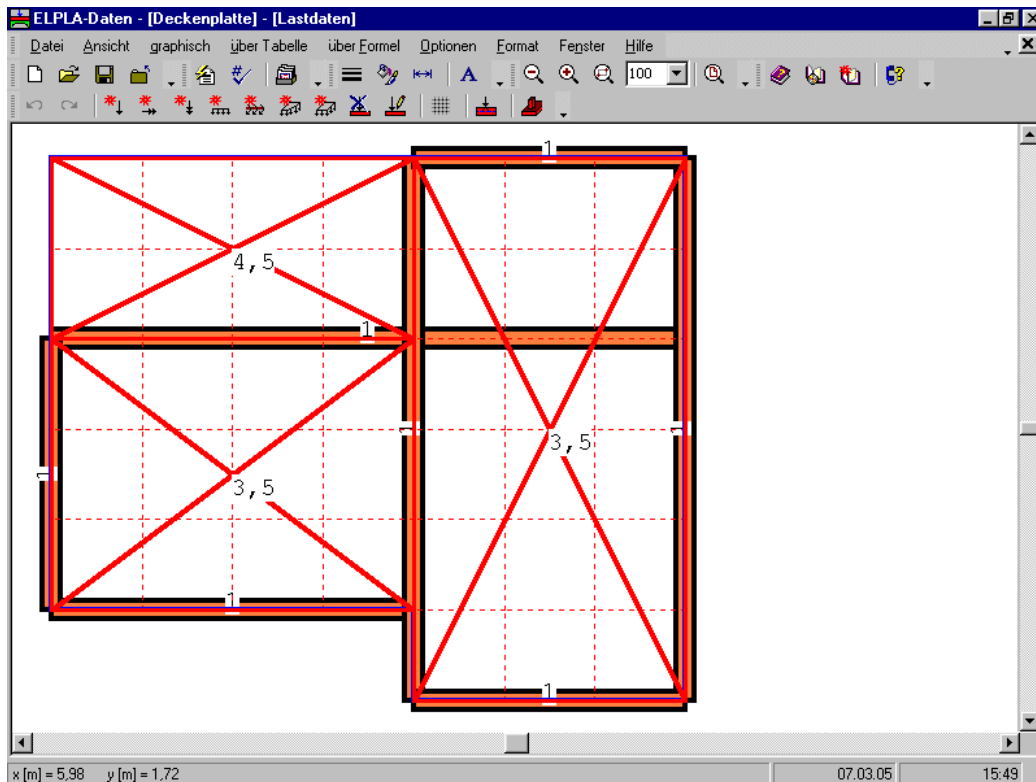

Bild 2-35 Lasten  $P$  auf dem Bildschirm
Wiederholen Sie die vorherigen Schritte, um die übrigen Flächenlasten im Netz einzufügen. Nachdem Sie die Definition aller Flächenlasten beendet haben, sollte der Bildschirm wie das folgende Bild 2-35 aussehen.
- Wählen Sie "Lastdaten speichern" aus dem "Datei"-Menü im Bild 2-35, um die Lastdaten zu speichern
- Wählen Sie "Lastdaten schließen" aus dem "Datei"-Menü im Bild 2-35, um das eingebettete Programm "Lastdaten" zu schließen und zum Hauptfenster des Programms *ELPLA-Daten* zurückzukehren